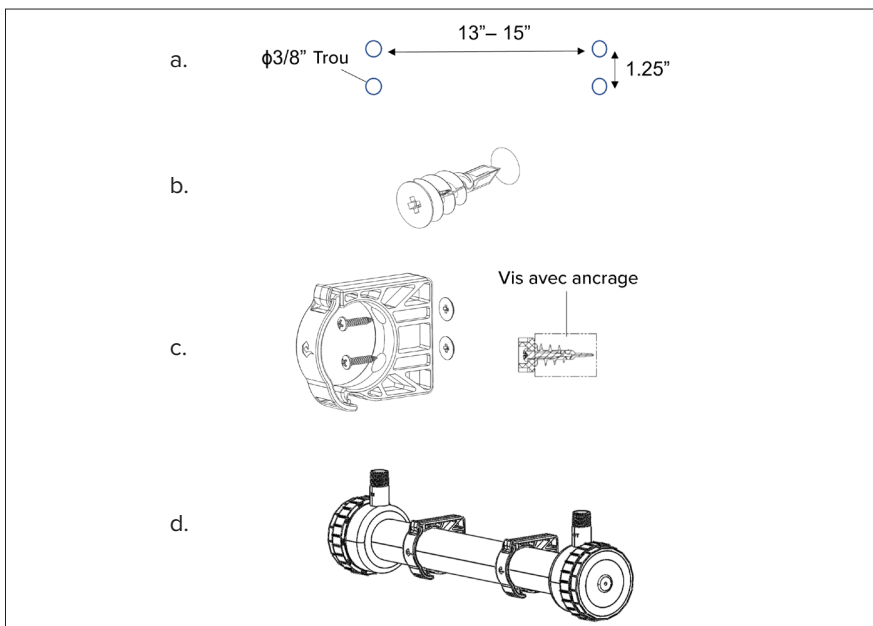

Figure 4 : Fixation du réacteur
- a. Comme indiqué sur la **FIGURE 4**, localisez l'emplacement souhaité pour le réacteur et utilisez une mèche de 3/8" pour percer 4 trous (2 trous pour chaque collier deserrage) à l'emplacement souhaité. pour percer 4 trous (2 trous pour chaque collier de serrage) aux endroits souhaités sur le mur pour monter les colliers de serrage. mur pour monter les pinces.